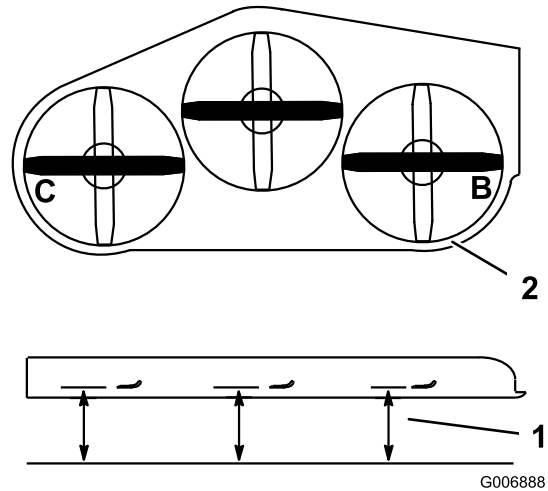

Bild 103
1. Stellen Sie das **rechte** Schnittmesser seitlich (Bild 103).
2. Messen Sie das rechte Messer an der Stelle **B** von einer ebenen Oberfläche bis zur Schnittkante der Messer (Bild 103).
4. Stellen Sie das linke Schnittmesser seitlich (Bild 103).
5. Messen Sie das linke Messer an der Stelle **C** (Bild 103) von einer ebenen Oberfläche bis zur Schnittkante der Messer.